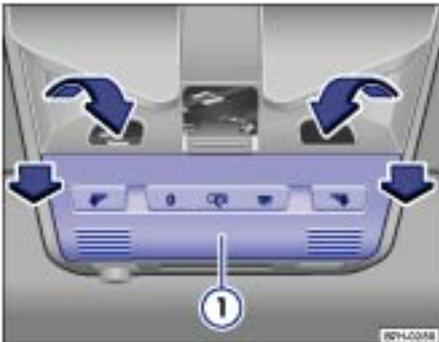

Fig. 5 Retrait du cache (commande d'éclairage intérieur)
- Passez les mains dans les deux évidements derrière le cache (commande d'éclairage intérieur), puis poussez avec précaution le cache ⇒ Fig. 5① par derrière dans le sens de la flèche pour le dégager de son support.